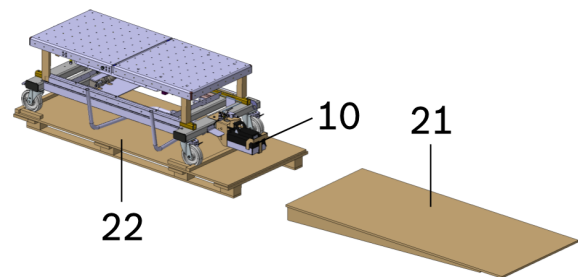

Afbeelding 8: Schaarheftafel op de pallet
1. Verwijder de houten strips (24) voor de zwenkwielen (6) (zie Afbeelding 8).
2. Duw het rempedaal (12) omhoog om de remmen vrij te geven.
3. Houd het handvat (1) vast. Rol de schaarheftafel met behulp van een assistent langzaam van de hellingbaan (21) naar beneden.
2. Verwijder de houten pennen (23) van de scharheftafel (zie Afbeelding 8).